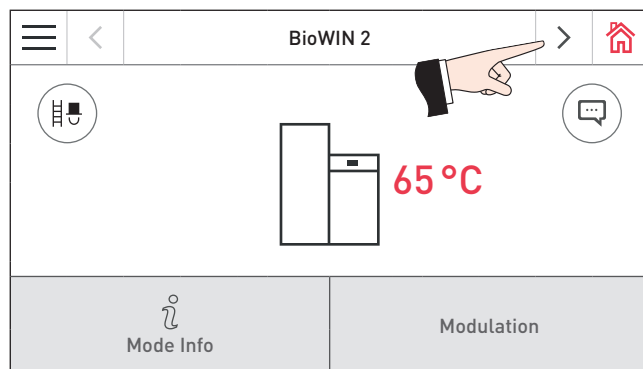
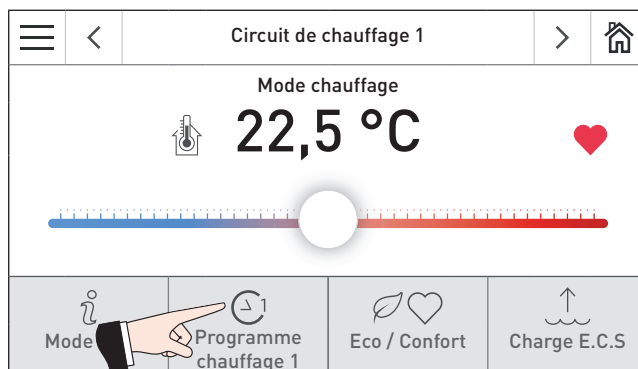
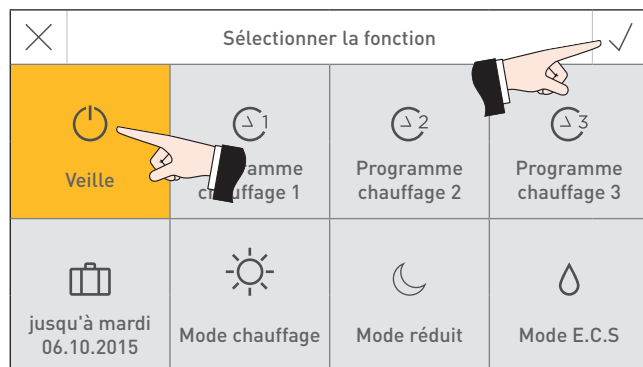

Fig. 13 Écran d'accueil BioWIN 2
Fig. 14 Écran d'accueil module fonctionnel chauffage
Fig. 15
- Utiliser les boutons <> (Fig. 13) ou « Glisser » pour passer à l'écran d'accueil du module de fonction du circuit de chauffage – Fig. 14.
- Appuyer sur le bouton Choix fonction (Fig. 14) et sélectionner et confirmer « Veille » ☹, ✓ – Fig. 15.